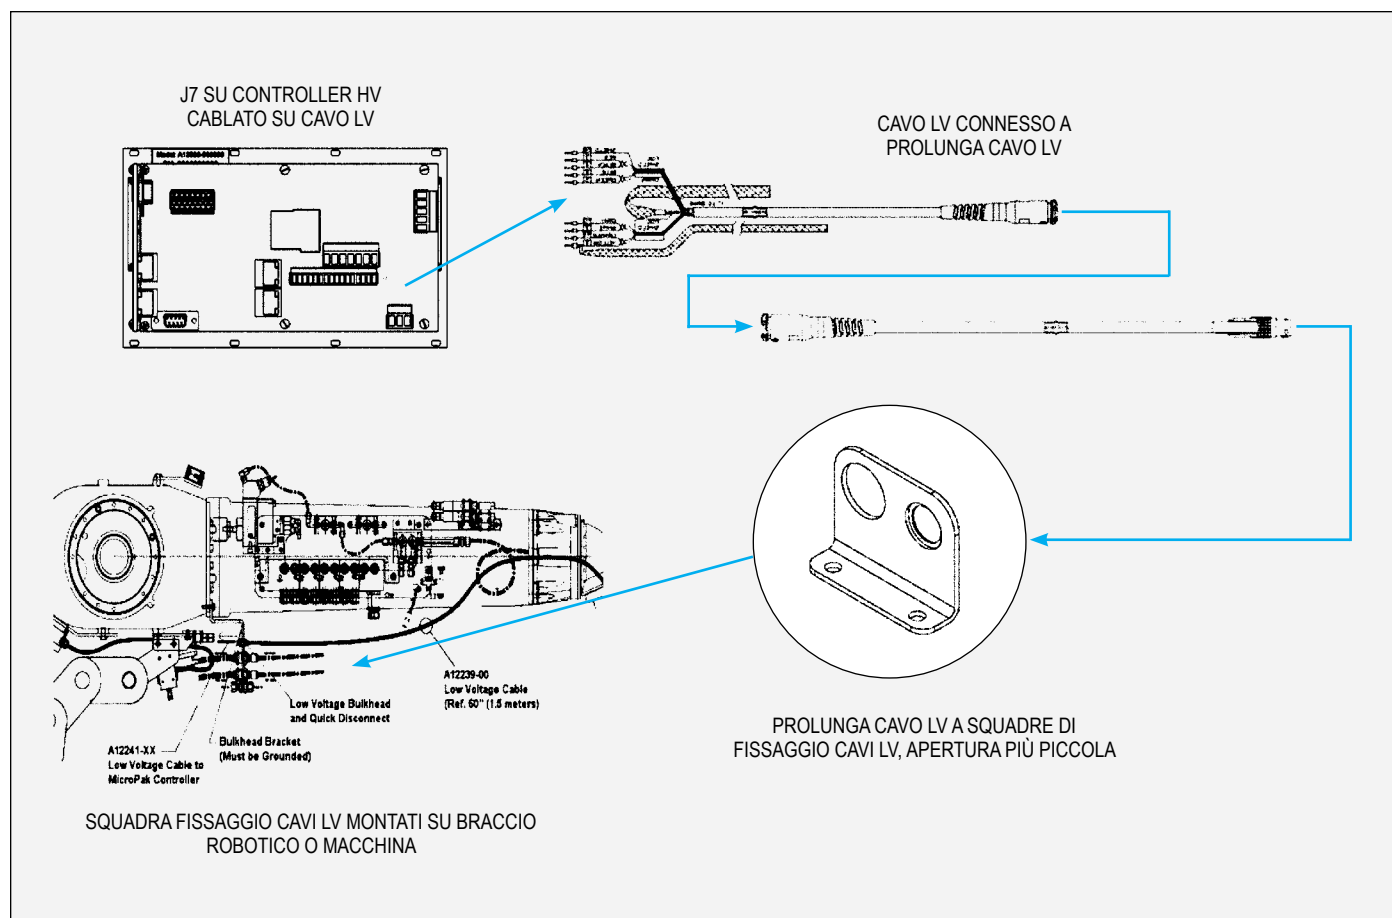

Figura 31: Fissaggio prolunga cavo LV (relazioni tra le parti del kit di integrazione)
5. Collegare l'estremità libera della prolunga del cavo LV tramite la squadra di fissaggio del cavo LV ad un cavo proveniente dal proprio applicatore. In figura 31 è rappresentato un disegno di massima.